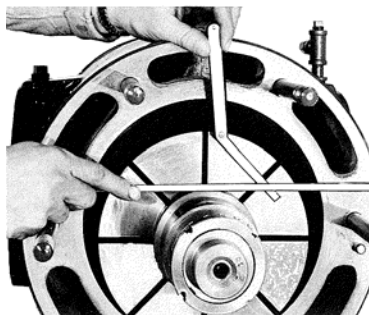

Fig.1
- Excentricité (figure 1) lettre (E) – Centrage
- Calage » » (C)
- Dilatation » » (D)
Verificar rigurosamente la posición axial del rotor, con respecto al eje del estator, colocando una regla contra la cara del estator y midiendo el juego existente entre la regla y el rotor. (Fig.1)
Vérifier soigneusement la position de l'axe du rotor par rapport à l'axe du stator, en appuyant une règle sur la face du stator et en mesurant le jeu existant entre la règle et le rotor (Fig. 1).